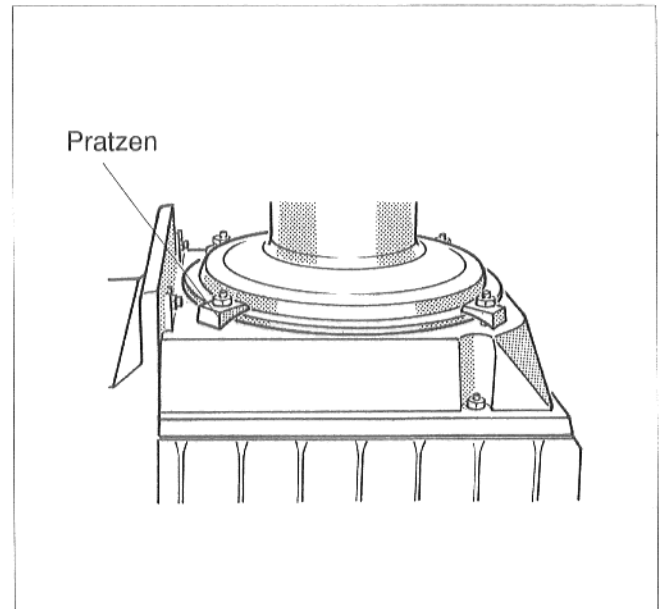

Abb.2: Seitenans. Kuppel; senkr. Abgang; Prinzipabb.
- Muttern der 4 Befestigungspratzen soweit lösen bis der Rand der Kuppel unter die Pratzen geschoben werden kann (Abb.2).